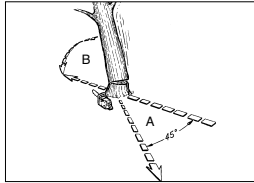

Abb. 12
**ACHTUNG:** Vor dem Schneiden sollte ein Rückzugspfad (A) geplant und freigelegt werden. Der Rückzugspfad sollte nach hinten und diagonal zur Rückseite der erwarteten Fallrichtung verlaufen, wie in Abb. 12 dargestellt ist.
**HINWEIS:** Die Fallrichtung (B) wird vom Kerbschnitt bestimmt. Berücksichtigen Sie vor dem Schneiden die Anordnung größerer Zweige und die natürliche Neigung
**ACHTUNG:** Wenn der Fällschnitt sich dem Ankerpunkt nähert, beginnt der Baum zu fallen. Sobald der Baum zu fallen beginnt, ziehen Sie die Säge aus dem Schnitt heraus, stoppen Sie den Motor, legen Sie die Kettensäge ab und verlassen Sie den Bereich über den Rückzugspfad (Abb. 12).